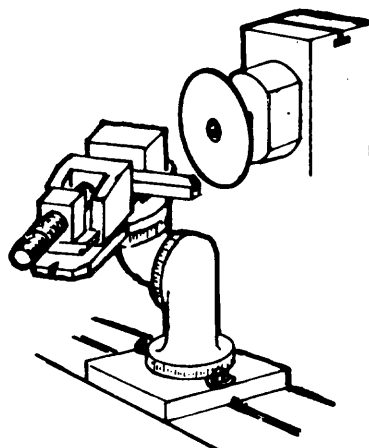

Fig. 7
2. Para rectificar el "rompe-viruta" sustituya la muela disco (muela para "rompe-viruta") posicionando la cara de ataque de acuerdo con la oblicuidad del perfil (fig. 7). Consulte la tabla, para las dimensiones del "rompe-viruta".